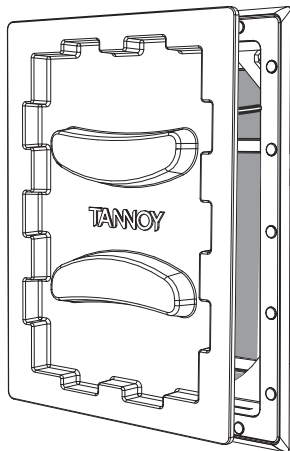

Fig. 12. Adding the Paint Mask to the Frame
2. Druk het verfmasker in het frame, waar het op zijn plaats wordt gehouden door magneten (Fig. 12). Deze wordt op zijn plaats gelaten terwijl de muur en de omgeving van het frame worden geverfd en totdat de luidspreker klaar is om te worden geïnstalleerd.